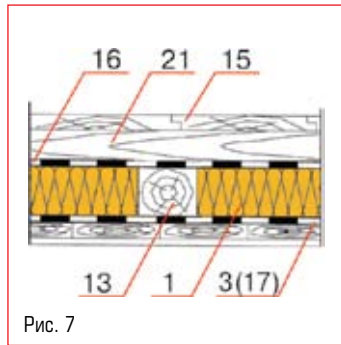

Рис. 7
– деревянные балочные перекрытия. Между (под или над) балками устраивается черновой пол, на который укладывается утеплитель. Рекомендуемые материалы – плиты *УЛЬТРАЛАЙТ*, *ИЗОЛАЙТ-Л*, *ИЗОЛАЙТ*, *ИЗОЛАЙТ ЛЮКС*, *ПП-60/80*, *П-75/125*. Для защиты несущих деревянных балок и утеплителя от влаги используют дополнительный гидроизоляционный слой (рис. 7).